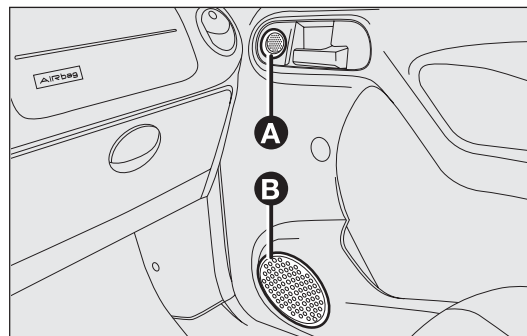

fig. 95
- deux haut-parleurs tweeter A-fig. 95 et deux woofer B de 40 W maximum chacun sur les portes avant ;